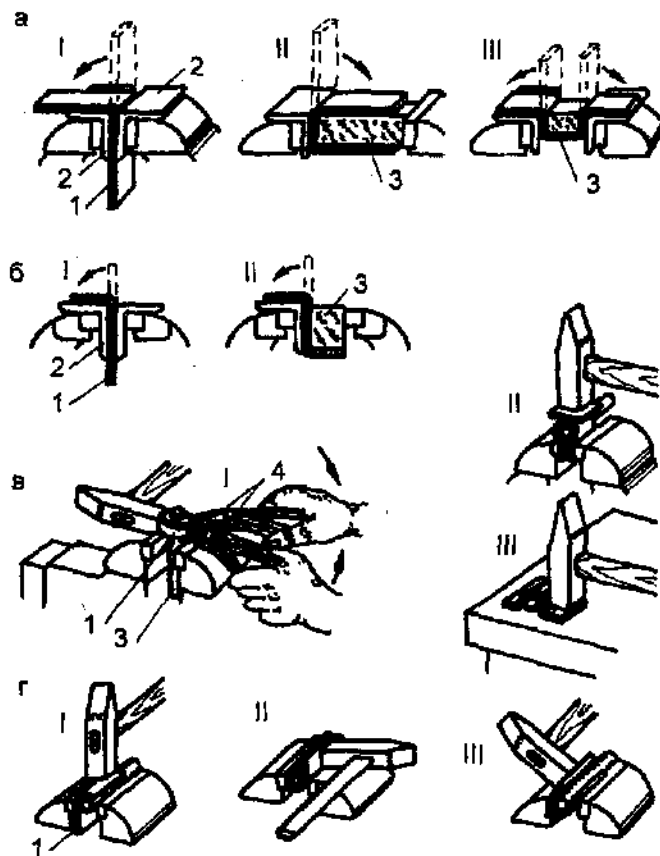
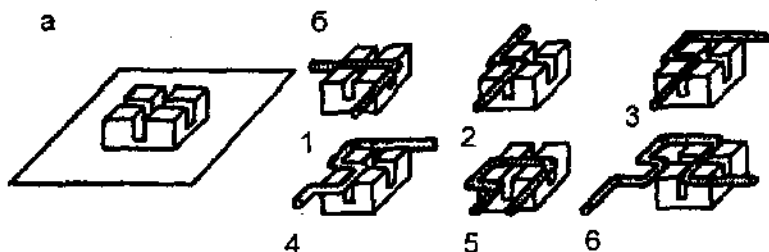

Рис. 95. Гибка прямоугольной скобы (а), двойного угольника (б), хомутка (в) и втулки (г): 1 — заготовка; 2 — уголки-нагубники; 3 — оправка; 4 — плоскогубцы
Рис. 96. Гибка пруткового материала: а — оправка; б — последовательность операций
***Гибка листового и полосового металла.*** Гибка деталей из листового и полосового металла производится после расчета длины, разметки, отпиливания или рубки заготовки, правки на плите и опиления по ширине в заданный размер. Подготовленную таким образом заготовку изгибают в последовательности, изображенной на рис. 95. Для гибки используют оправки (рис. 95, з и рис. 96, а).